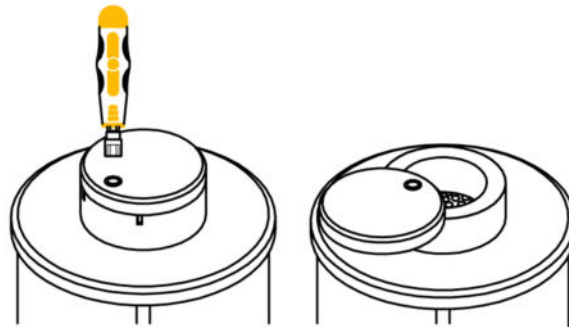

Fig. 9 : Récipient de 1,5 litre avec couvercle pivotant
- Récipient de 1,5 litre : Ouvrir la serrure du couvercle pivotant avec une clé à douille (fig. 9) et faire pivoter le couvercle de 180°.